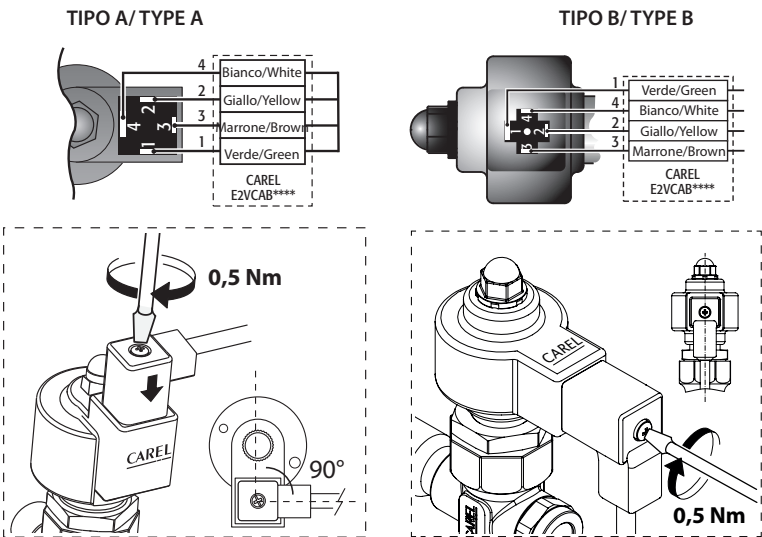

Fig. 3
8. Collegare il connettore già cablatto al motore passo passo nel relativo alloggiamento e serrare la vite con una coppia di 0,5 Nm seguendo le indicazioni in Fig. 3. Collegare a questo punto l'estremità quadripolare del cavo nei relativi morsetti del Driver CAREL EVD*** o relativo controllo omologato CAREL ed impostare i parametri secondo il set riportato nella tabella sottostante.
8. connect the pre-wired connector to the socket on the stepper motor and tighten the screw, applying a force of 0.5Nm, following the indications in Fig. 3. Then connect the four-pin end of the cable to the corresponding terminals on the CAREL EVD*** driver or other approved CAREL controller, and set the parameters as shown in the table below.